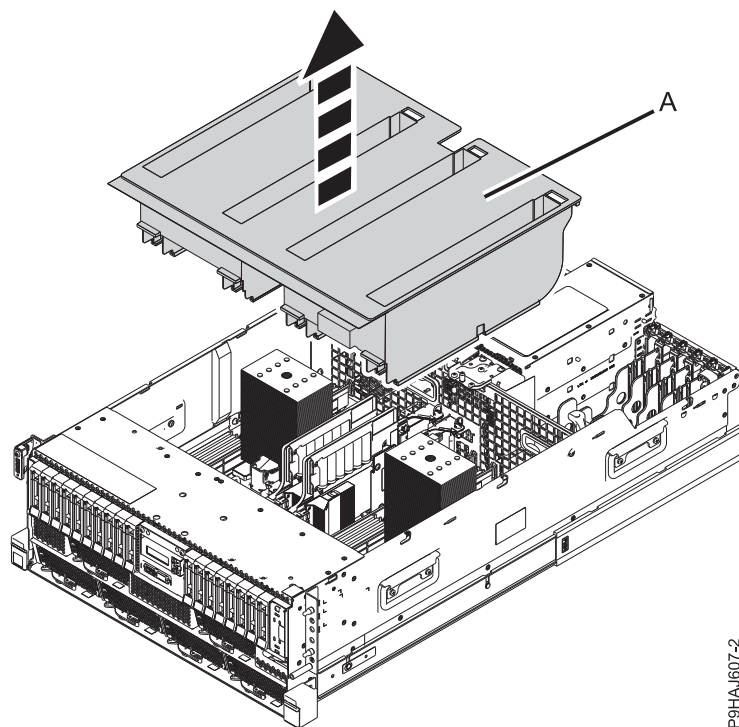
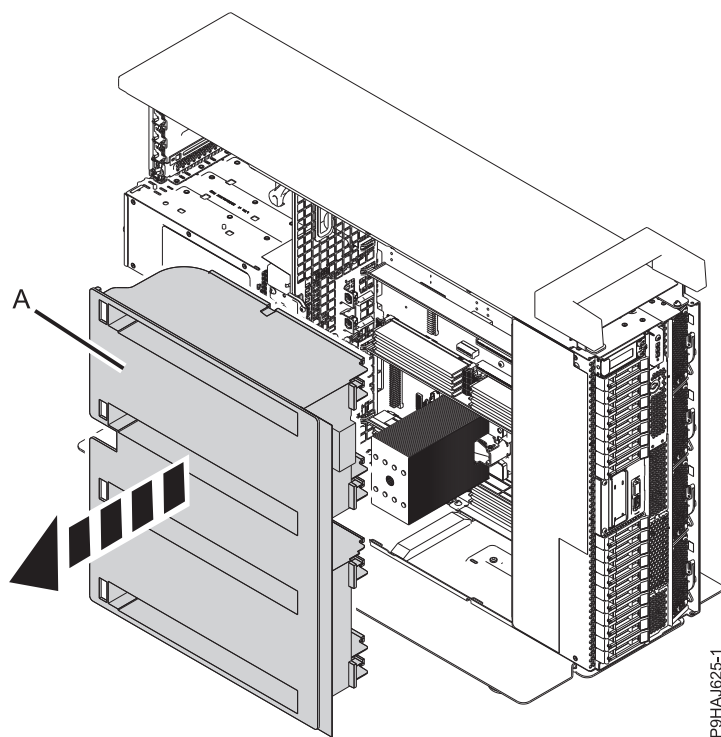

Abbildung 34. Luftführung aus einem Einschubsystem ausbauen
Abbildung 35. Luftführung aus einem Standalone-System ausbauen
2. Heben Sie bei einem Einschubsystem die Luftführung (A) nach oben an (siehe Abb. 34 auf Seite 51). Ziehen Sie bei einem Standalone-System die Luftführung (A) gerade heraus (siehe Abb. 35 auf Seite 51).